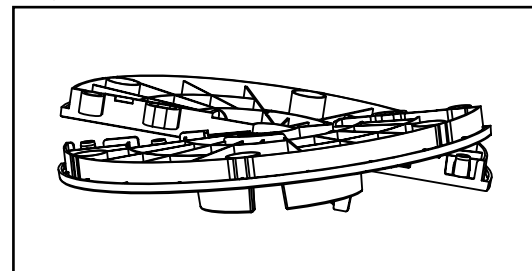
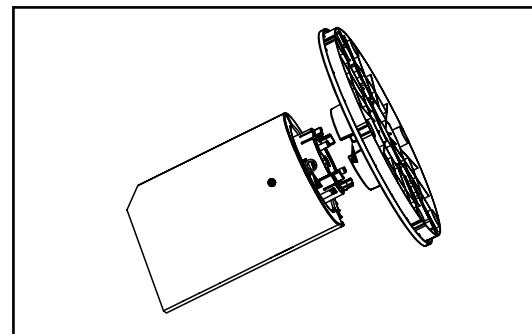

Fig. 1
Fig. 2
- La fig. 1 mostra la base composta da due parti. Incastrare a pressione le due parti come mostrato nella fig. 2.